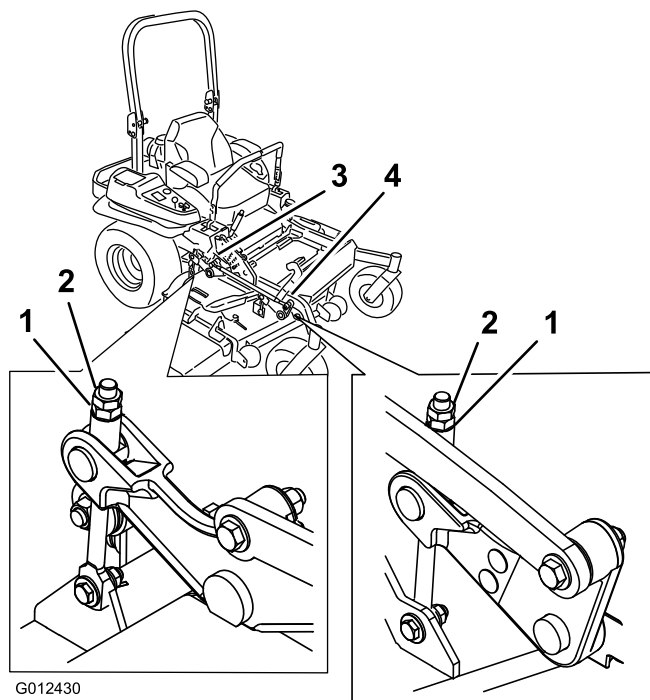

Figura 90
10. Gire la tuerca de ajuste del conjunto de elevación de la carcasa delantera para modificar la altura (Figura 90).
16. Gire la tuerca de ajuste del conjunto de elevación de la carcasa delantera para modificar la altura (Figura 90).